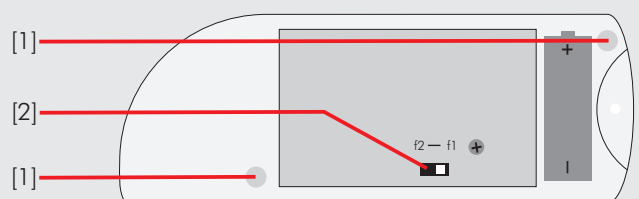

Figure 2: Radio transmitter unscrewed
- 1 Kreuzschlitzschrauben Abbildung 2 [1] mit geeignetem Schraubendreher lösen
- 3 Schutzfolie von Schiebeschalter Abbildung 2 [2] entfernen
- 4 Kleinen weißen Schiebeschalter Abbildung 2 [2] von Position „f1“ in Position „f2“ schieben